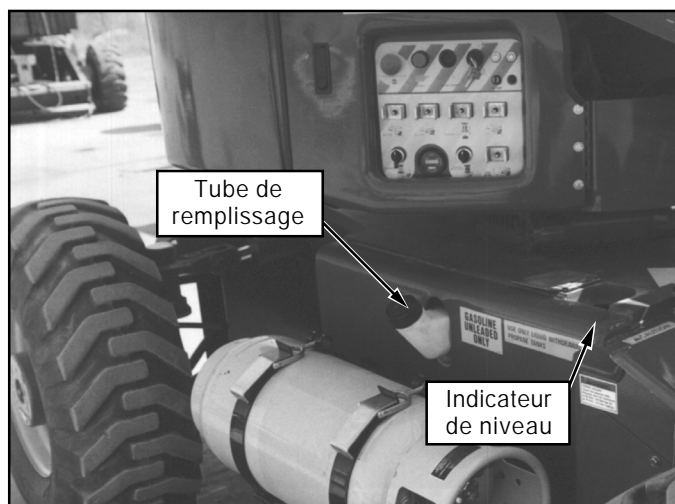

Figure 8 : Tube de remplissage du réservoir à carburant et indicateur de niveau
1. Ôter le bouchon du tube de remplissage, qui se trouve du côté gauche du châssis (voir figure 8).
3. Vérifier le niveau de carburant en soulevant le rabat qui se trouve sur le dessus du châssis, côté gauche (voir figure 8). La pleine capacité du réservoir à carburant est de 94 L (25 gal US).